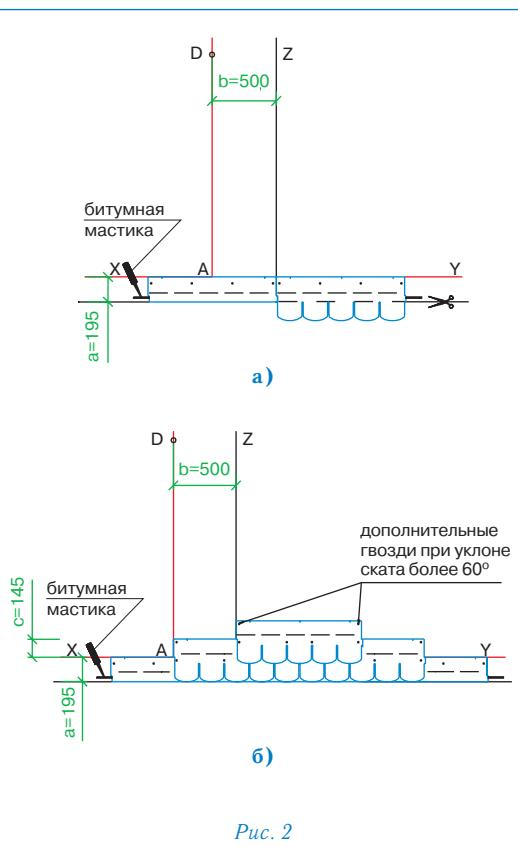

Рис. 2
Укладка материала (рис. 2)
- Начальный ряд формируется из листов черепицы ТРАДИШНЛ обрезанных по линии образованной конечными точками вырезов. Полученные таким образом полосы шириной 19,5 см укладываются по линии карниза в обе стороны от линии Z (рис. 2а) и фиксируются по нижнему краю битумной мастики, а по верхней кромке 4 гвоздями (ось гвоздей на 5 см ниже верхнего края полосы);
- далее первый ряд черепицы укладывается от линии AD (рис. 2б);
- второй ряд укладывается от линии Z (со смещением 50 см от AD) (рис. 2б);
Каждый лист черепицы ТРАДИШНЛ крепится 4 гвоздями (ось гвоздей на линии битумных клеевых полос) таким образом, чтобы гвоздь прошивал и верхний край низлежащего листа черепицы (рис. 2б).